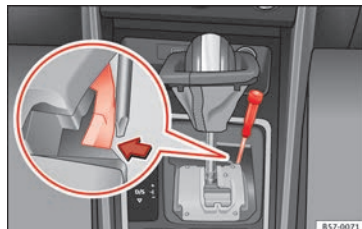

Fig. 58 Levier sélecteur : déverrouillage d'urgence de la position de parking.
- Avec un tournevis, appuyez latéralement sur la languette jaune de déverrouillage et maintenez la pression  **fig. 58**.